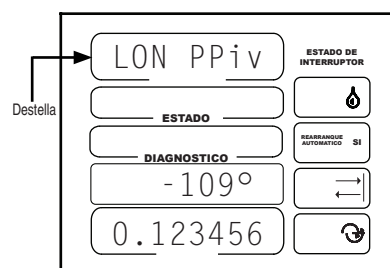

Figura 62-2
3. LON PPiv debe estar destellando y se visualiza el valor de longitud de la base del pivot. La longitud predeterminada es 180°. Vea la Figura 62-2.
1. DISTANCIA GPS debe estar destellando. Vea la Figura 62-2.